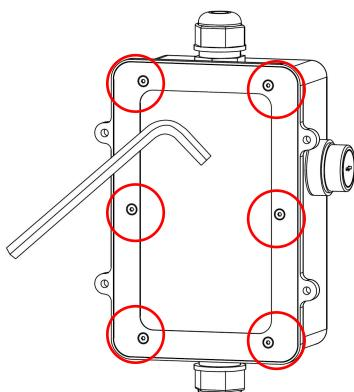
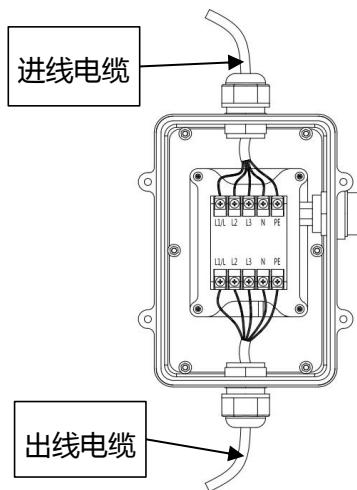

图 3
图 4
- 1) 如图 3 所示，使用 2.5#内六角扳手拆除后盖板螺栓，按图 4 的接线示意图，将联动器接至总电源和尘源设备之间；